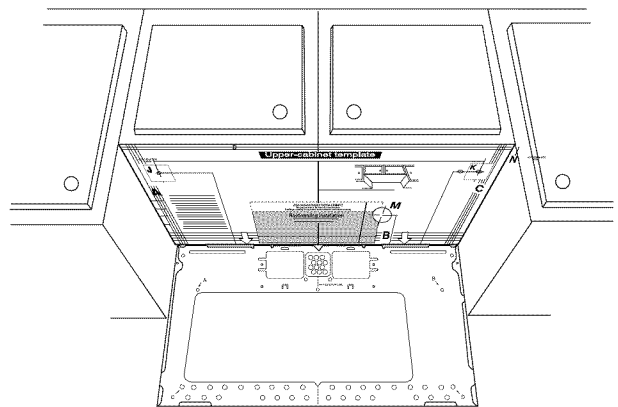

Figura 23
4. Centre el plato de montaje en la apertura alineando la línea del plomo en la pared con la línea central en el plato de montaje. Asegúrese de que el ancho mínimo sea de 30 pulgadas y de que la parte superior de la placa de montaje se halle al menos a 30 pulgadas por encima de la superficie de la cocina. Vea la **Figura 23**.
5. Mida la parte inferior del marco del gabinete superior. Centre los bordes "A", "B" y "C" de la plantilla del gabinete superior de modo que quede ésta sobre la parte inferior del gabinete superior. Si este gabinete tiene un marco rebajado, ajuste la plantilla de modo que encaje dentro del área rebajada. Alinee la línea central de la plantilla del gabinete superior con la línea central de la placa de montaje, luego asegure firmemente con cinta o clave la plantilla del gabinete superior en su lugar. Vea la **Figura 23**.